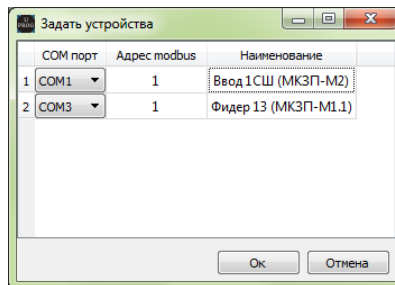

Рисунок 2.2.5 - Окно настройки устройств сети
5) Далее необходимо задать устройства, которые будут выводиться для отображения. Для этого необходимо нажать на кнопку "Задать устройства", после чего появится окно конфигурации устройств сети (Рисунок 2.2.5). Для каждого устройства необходимо указать COM порт, по которому будет производиться опрос устройства, адрес в сети MODBUS (если устройства объединены электрически в общую сеть) и название данного присоединения (или название типа защиты);